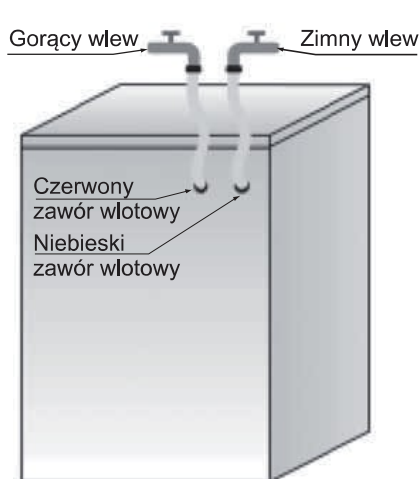

Fig.1
**Jeśli chcesz podłączyć dopływ ciepłej i zimnej wody (Rys.1):**